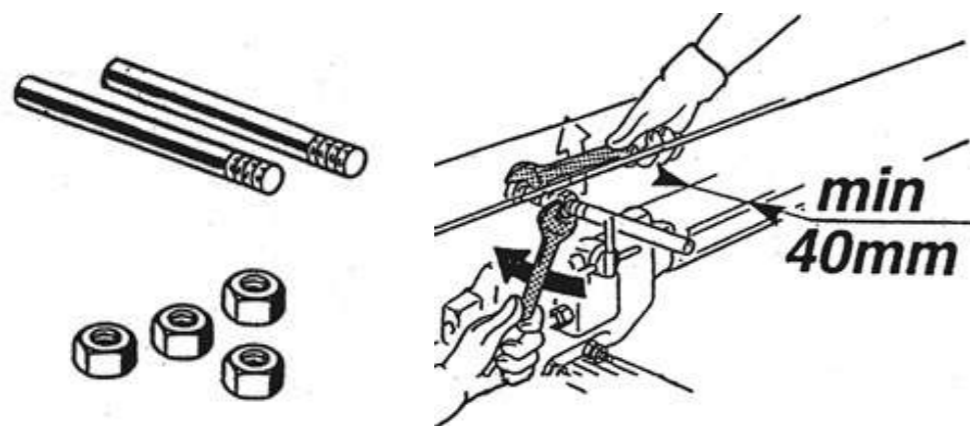

fig.31
2. Preparare due azionatori di lunghezza adeguata con del tondino  $\varnothing 10$  mm con un'estremità filettata provviste di dado. (fig.31)
3. Provvedere al montaggio degli azionatori sulla trave e dopo aver rilevato la quota minima di 40 mm serrare a fondo i dadi di bloccaggio. (fig.31)